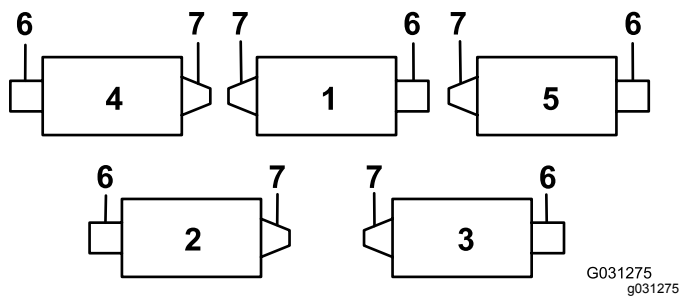
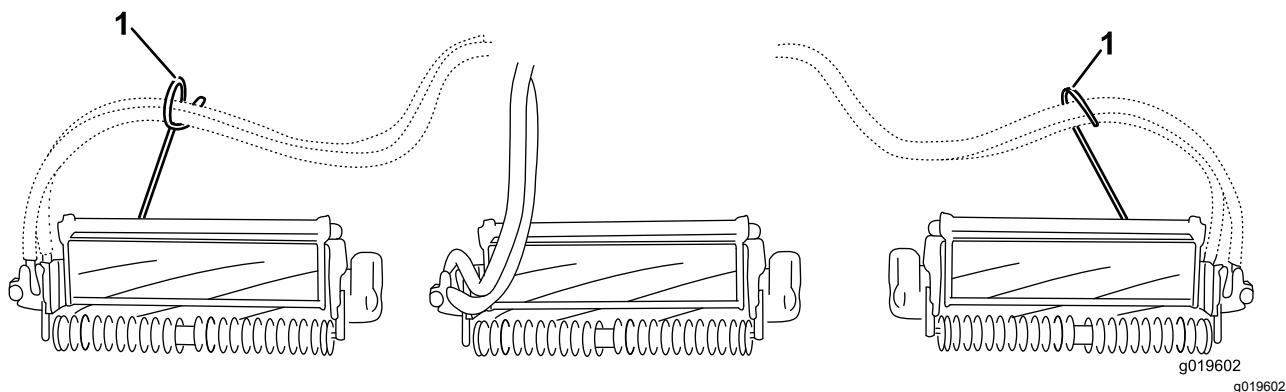
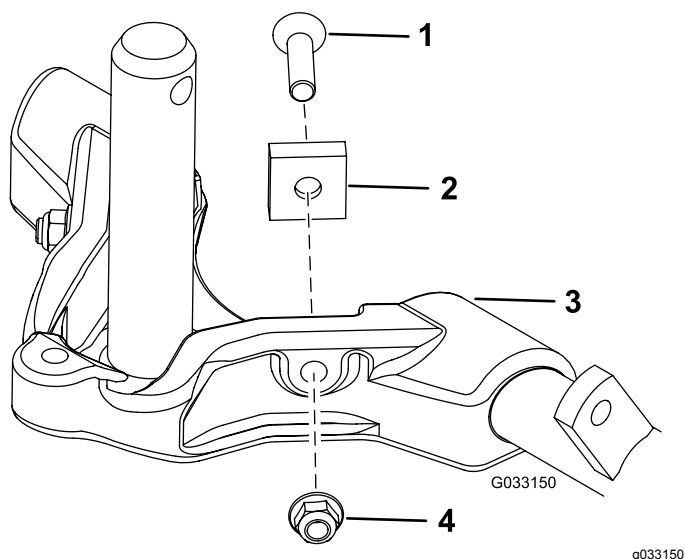

図 12
図 14
図 15
**重要** 4番左前カッティングユニットと、5番右前カッティングユニットでは、ロッドブラケット取り付けナットを使って、各ユニットのタブの前にホースガイドを取り付ける。ホースガイドは、中央カッティングユニットに向かって傾斜するのが正しい 図 12-図 14。
7. 後ろのカッティングユニット2番と3番のキャリアフレームから、ピボットスペーサ、六角ソケットねじ、およびフランジロックナット各2個(図 15)を取り外すことにより、これらのカッティングユニットの首振り追従性能を向上させることができます(図 12)。